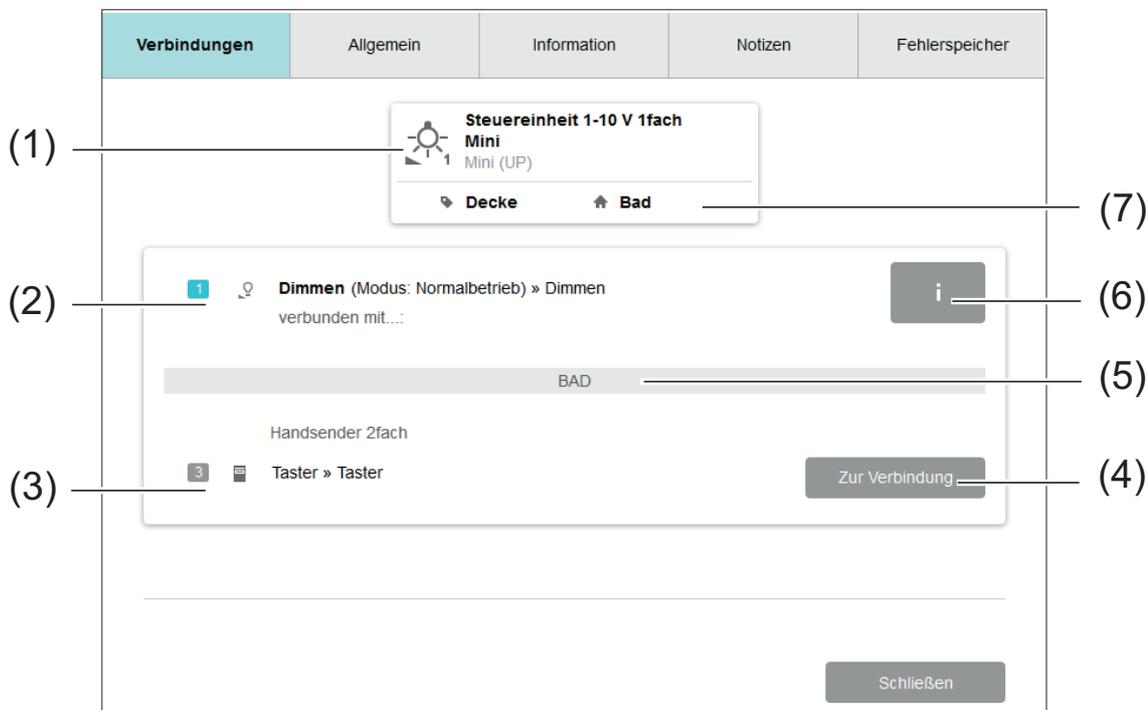

Bild 13: Geräteinformationen - Register Verbindungen
Über die Schaltfläche  können die Kanalinformationen im Register **Verbindungen** in den Geräteinformationen aufgerufen werden (Bild 13) (5).